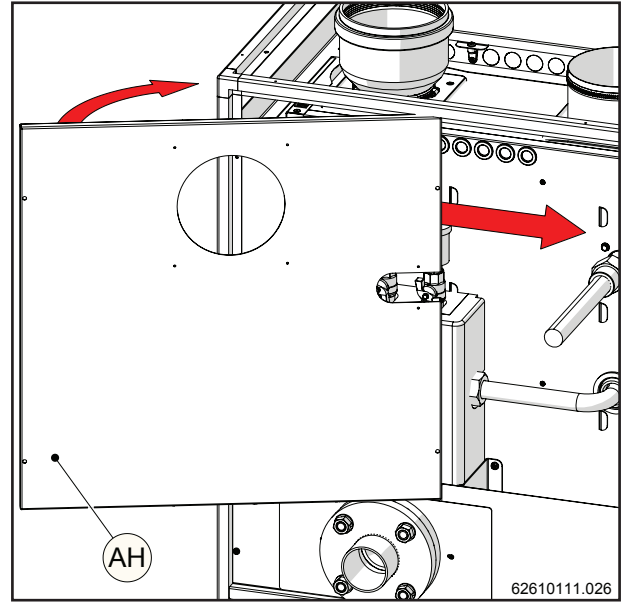
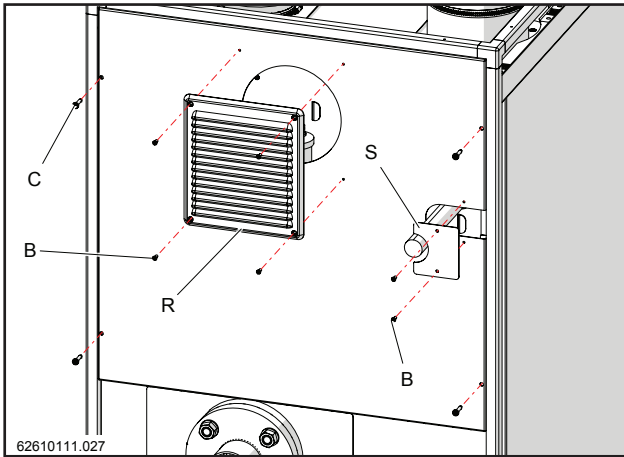
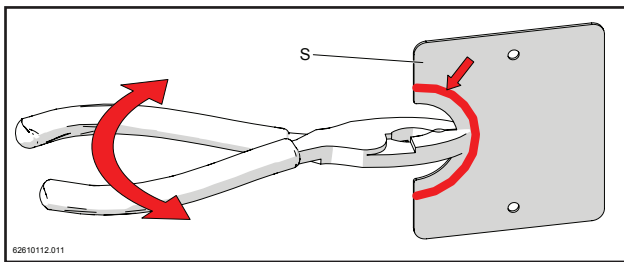

Figure 15-59
Figure 15-60
Figure 15-61
- 13.- Insérer la couverture (AH) (figure 15-59) en la fixant à la structure avec les vis "C" (figure 15-60). Appliquer la grille imperméable "R" et la feuille "S" (supprimer précédemment le prédecoupe comme le montre la figure 15-61, avec les vis "B", sur la couverture monté au-dessus (figure 15-60).